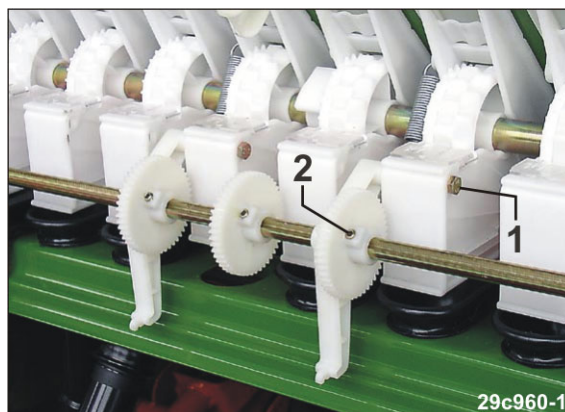

Fig. 248
4. Fjern skruerne (Fig. 248/1).
5. Løsn de indvendige unbrakoskruer (Fig. 248/2).